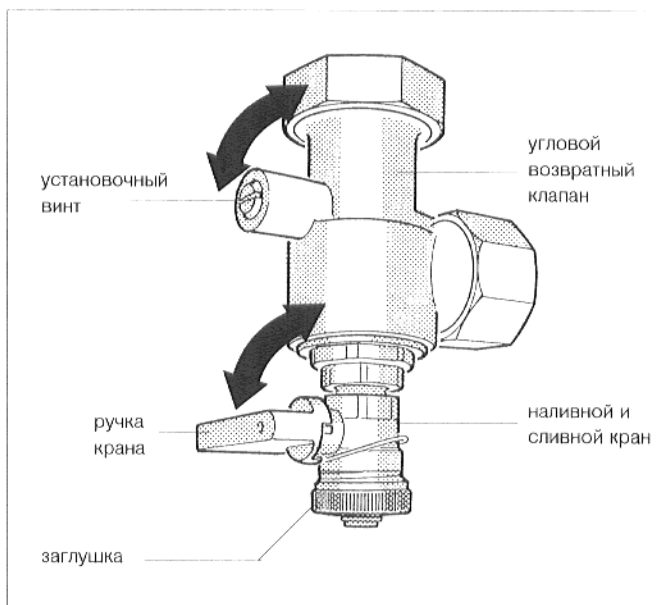

Рис. 15
- Установить шлиц установочного винта углового возвратного клапана в вертикальное положение (постоянно открыто) (рис. 15).
- Отвинтить заглушку наливного крана и привинтить наливной шланг (рис. 15).
- Установить ручку крана в вертикальное положение (открыть) (рис. 15).
- Примерно **1/2 минуты**, медленно заполнять установку у наливного крана (рис. 15).
- Установить шлиц установочного винта углового возвратного клапана в вертикальное положение (рабочее состояние) (рис. 15).
- Продолжать наполнять установку у наливного крана (рис. 15).